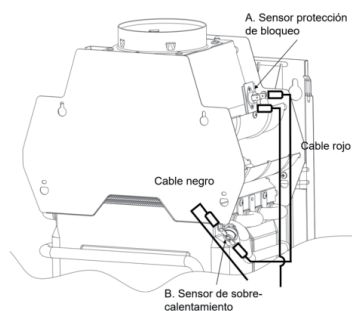

Fig. 11
2. Conecte nuevamente intercambiando la conexión a las sondas según la fig. 11. Un terminal de cable rojo a la sonda de sobrecalentamiento y un terminal de cable negro a la sonda de bloqueo.